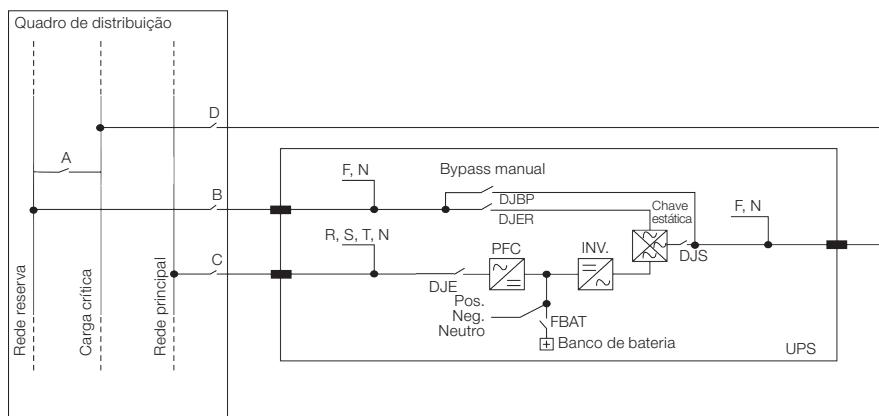

Figura 2.5: Configurações possíveis de entrada/saída do UPS
Para a conexão do equipamento à rede elétrica, recomenda-se utilizar uma das configurações apresentadas na Figura 2.5 na página 154. Os disjuntores B-C-D são termo-magnéticos sem proteção diferencial. Caso isso seja necessário, os mesmos devem possuir uma corrente de atuação superior a 0.3 A , tipo retardado e adequado para cargas de corrente contínua (tipo A). A capacidade (kVA) deve ser igual ou maior do que a capacidade do equipamento, indicada na etiqueta do número de série, conforme Seção 2.6 ETIQUETA DE IDENTIFICAÇÃO DO UPS na página 150. O disjuntor A é usado como Bypass externo.
- Após, instalar os disjuntores tetrapolares, em conformidade com as normas vigentes, com Curva C, conforme indicado na Figura 2.5 na página 154.